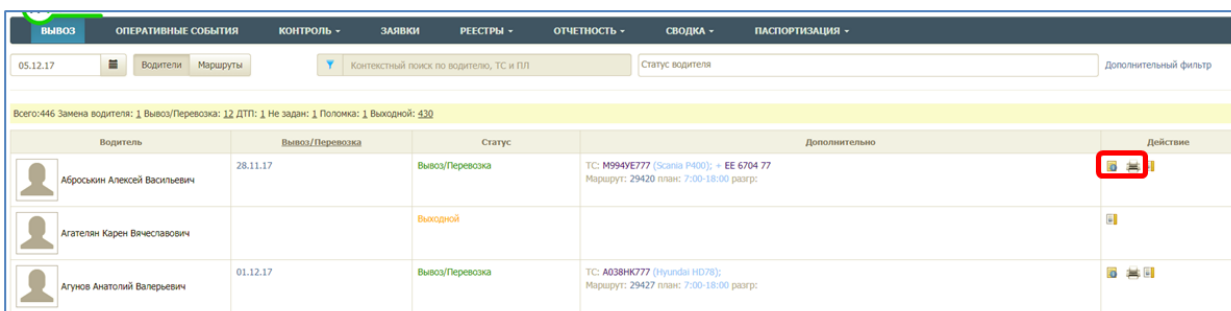

Рисунок 7. Выбор даты вывоза мусора для планирования нарядов
- просмотреть свойства маршрута, на который назначен водитель (кнопка «Информация по маршруту») (Рисунок 7).